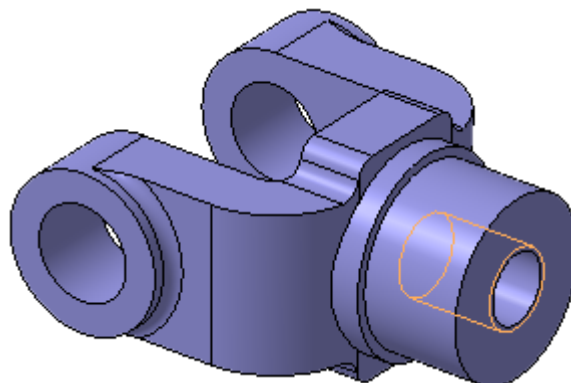

Рисунок 59.
- Нажмите кнопку Создать объект (рис. 59).